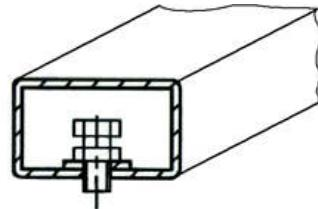

Рисунок 4.2
(1) После транспортирования или хранения станка при температуре воздуха ниже +5°C, необходимо перед распаковкой выдержать станок при температуре (25±10) °C в течение не менее 4 часов.
4.2.2 Установить станок на ровное жесткое основание, допустимое отклонение основания от горизонтали – 0.5° (8 мм на 1 метр), так, чтобы все опоры станка касались основания. Это обеспечивается при помощи 2-х регулируемых опор (рисунок 4.2).